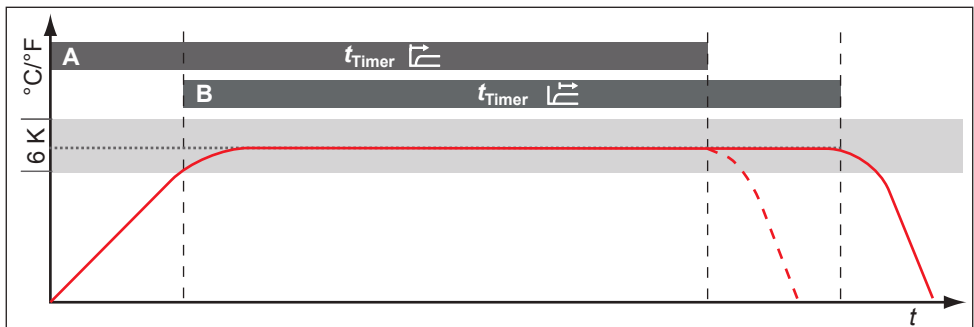

Fig. 25 Modo timer
Aquí se puede ajustar si el reloj de cuenta atrás digital con indicación del valor nominal (Temporizador, véase página 31) debe trabajar según los valores nominales, es decir, si el tiempo de funcionamiento con temporizador debe empezar a contar al alcanzar una banda de tolerancia con respecto a la temperatura nominal de ±3 K (Fig. 25, B) o inmediatamente después de la activación del temporizador (A).